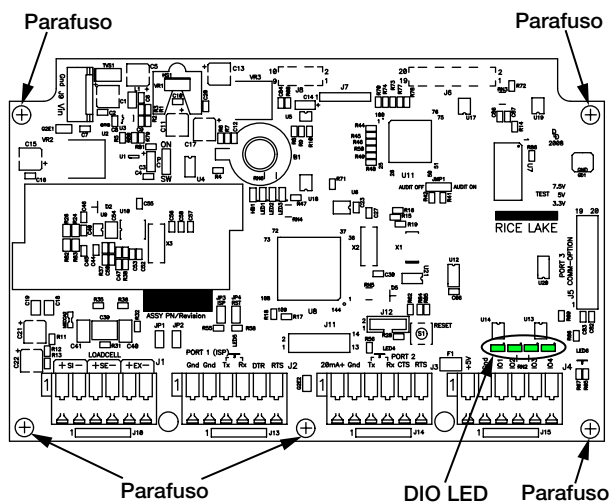

Figura 2-4. Luzes da E/S Digital e localizações de parafuso
A E/S Digital pode ser configurada ou como entradas digitais ou saídas digitais conforme determinado pelo menu DIO (veja Seção 3.4.4 na página 14). As entradas são ativas (ligado) com baixa voltagem (0 VCC) e podem ser guiadas por TTL ou 5V lógico sem hardware adicional. Use o menu E/S dig (veja Seção 3.4.4 na página 14) para configurar as entradas digitais. Os LEDs na placa de CPU acendem quando entradas digitais estão ativas (veja Figura 2-4).
Saídas digitais são normalmente utilizadas para controlar relês que controlam outros equipamentos. Saídas são designadas para dissipar e não gerar corrente de comutação. Cada saída é um circuito CMOS, capaz de dissipar 24 mA quando ativa. Saídas digitais são conectadas a relês de comutação quando a saída digital é ativa (baixa, 0 VCC) em relação à alimentação de 5VCC. Os LEDs na placa de CPU acendem quando saídas digitais estão ativas (veja Figura 2-4).
4. Há duas placas: a placa de CPU e a placa do display do teclado. Remova os cinco parafusos que conectam a placa de CPU (veja Figura 2-4), então erga a placa para fora do gabinete.